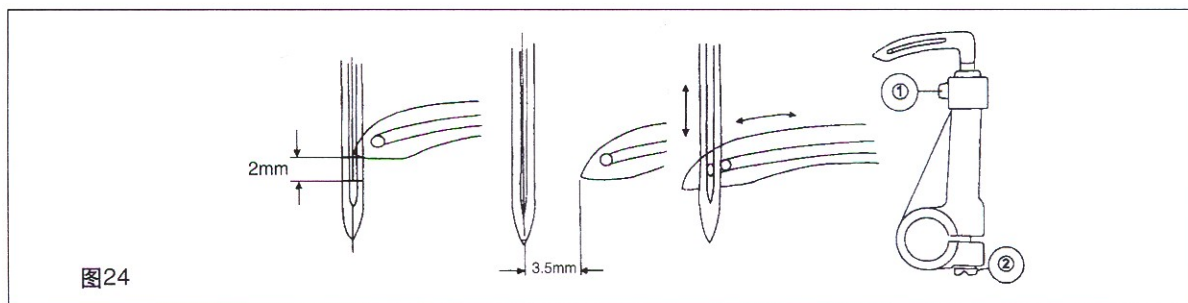

图24
十八、弯针的勾取量 (图 24)
1. 弯针的针尖到达机针的中心位置时, 弯针针尖离机针孔上端的距离标准值是 2mm, 此时针杆上刻线和针杆下衬套下端面对齐。(如图24)
3. 机针孔和弯针孔的相对关系如 (图 24) 所示。(左右弯针可以分别调整)